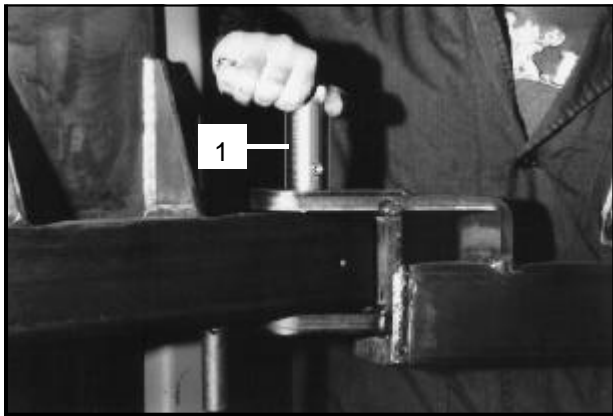

Fig.51
3 - Montare i bracci sul supporto tubolare (2) nella parte inferiore del carrello ed inserire le spine dentate (1) nel supporto attraverso gli attacchi sul braccio (Vedere Fig.51).
Ad operazione ultimata occorre che i 2 fori ciechi D=10,5 sulla spina (con funzione di sede per l'estremità del grano M14) siano in corrispondenza dei fori M14 sul supporto del carrello (Fig.51).
3 - Mount the arms into the carriage supports and insert the dovel pins into the support holes as shown in fig.51.
After completing the operation, the attachment hole in the side of the pins (the place to put the headless screw M14) must line up with M14 hole in the carriage support (fig.51).